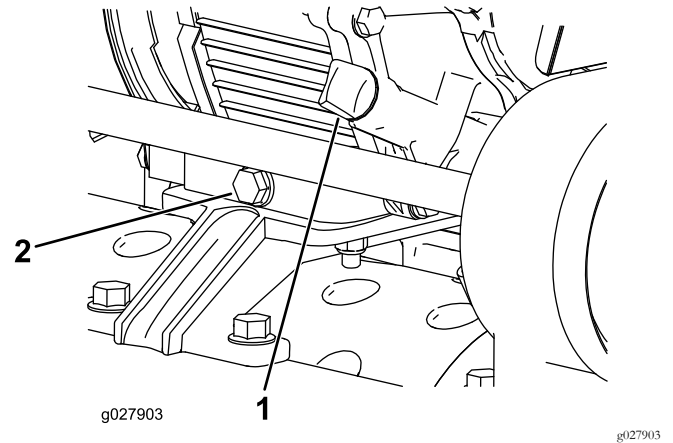

Figura 23
1. Coloque la máquina con el motor nivelado, y limpie la zona alrededor del indicador del nivel de aceite (Figura 23).
2. Coloque un recipiente debajo del tapón de vaciado, en la parte trasera de la máquina (Figura 23).